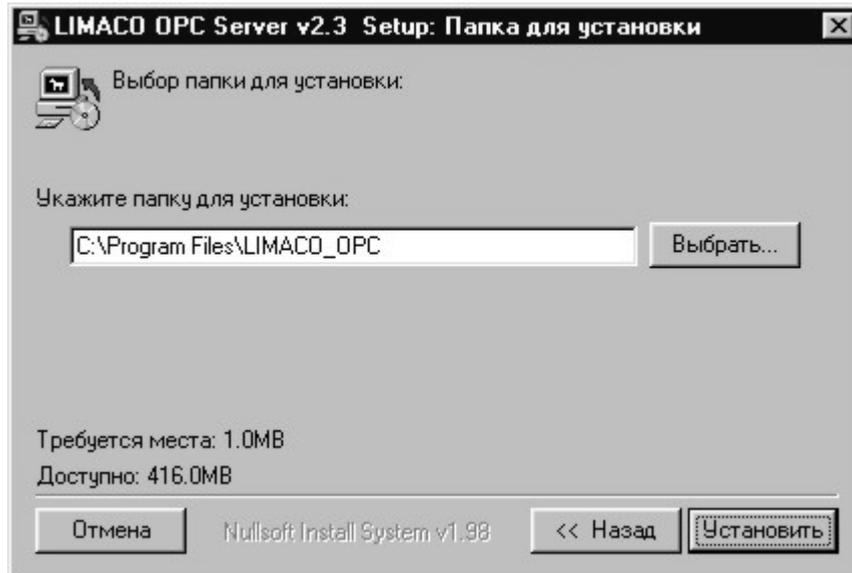
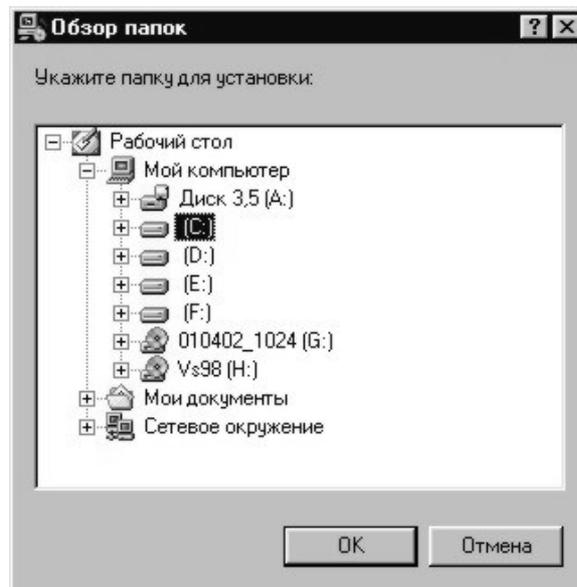

Рисунок 2.2
Рисунок 2.3
3. В появившемся окне (рисунок 2.2) будет предложена папка для установки программного обеспечения, а в левом нижнем углу появится информация о наличии свободного места на предложенном диске.
4. При необходимости следует сменить папку для установки нажатием левой кнопки мыши на кнопку **«Выбрать»** в окне установки. В появившемся окне (рисунок 2.3) следует выбрать путь на жестком диске для установки программы. Подтвердить выбор нажатием кнопки **«ОК»** и далее в окне (рисунок 2.2) нажать кнопку **«Установить»**.